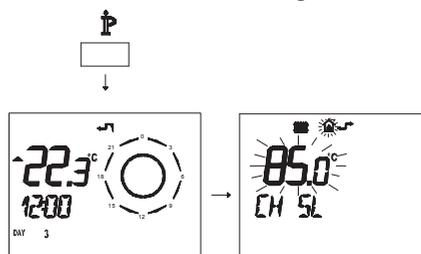

Figura 5.41
L'andamento della temperatura al variare dell'impostazione fatta con i tasti 15 e 16 per un **K 1,5** è illustrato nella Figura 5.41.
- Premere per più di 3 secondi il pulsante  $\text{P}$  per entrare in modalità **INFO** (Figura 5.41).